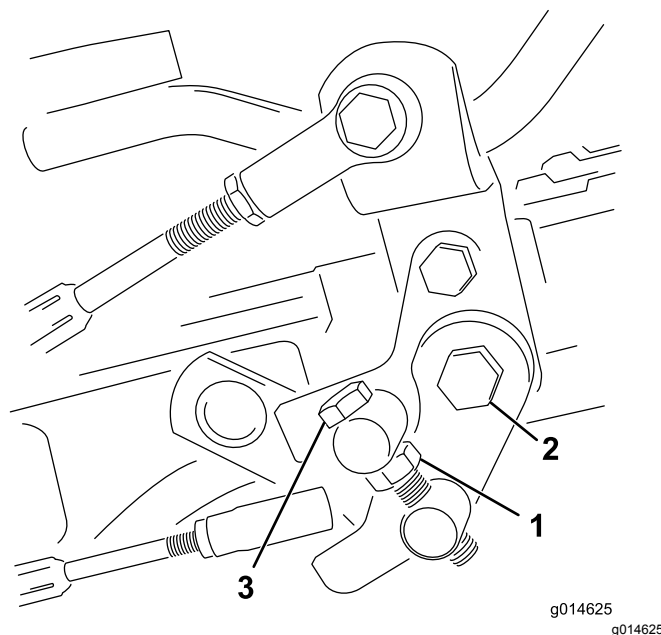

Figure 55
1. Desserrez l'écrou de blocage sur le boulon de tourillon (Figure 55).
4. Serrez l'écrou de blocage sur le boulon de tourillon et l'écrou sur le pivot de la pédale pour bloquer le réglage (Figure 55). Vérifiez le réglage et ajustez-le si nécessaire.